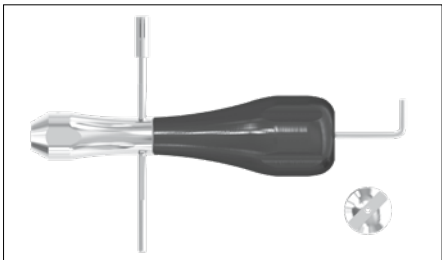
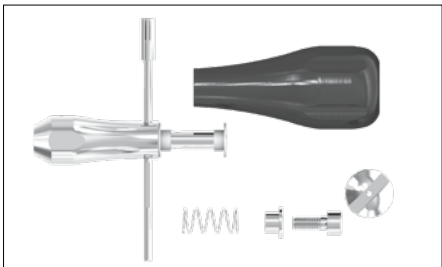

Fig. 5
Fig. 6
Unscrew the cylindrical screw concealed beneath it with the tomas®-screwdriver key 3.0 screwdriver (Fig. 5) and dismantle the tomas®-screwdriver (Fig. 6).
Retirer la vis cylindrique située en dessous en utilisant la tomas®-screwdriver key 3.0 (clé hexagonale 3,0) (Fig. 5) et démonter entièrement le tomas®-screwdriver (Fig. 6).